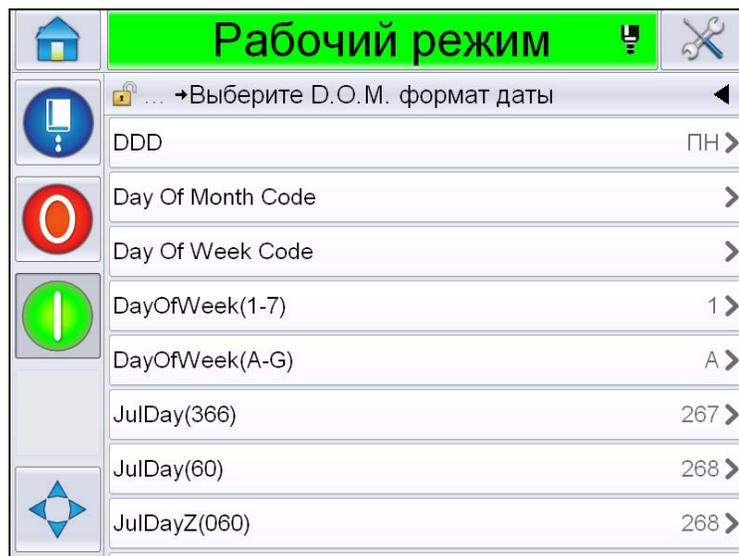

Рис. 5-27: Страница *Формат даты*
- 6 Выберите нужную приставку даты. Отображает нужную страницу *Формата даты* (Рис. 5-27). За информацией о форматах даты обратитесь к Табл. 5-13 на стр. 5-44.